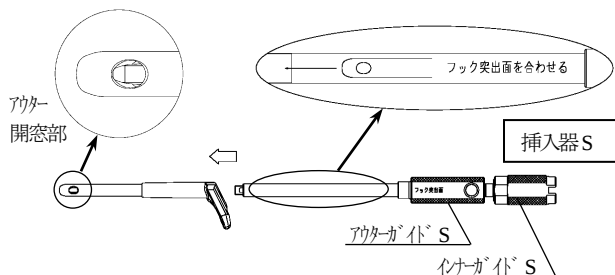

図6
- 6) 4) で読み取った長さのインプラントを選択します。アウターガイドSの先端とインプラント後端を組み付け、インナーガイドSで確実に固定します。(図6)